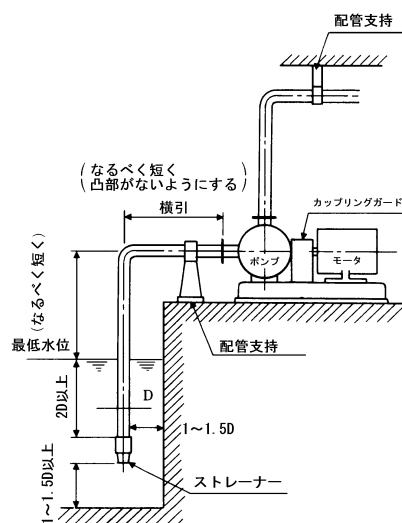

図 3
- 1) 吸込配管の末端は図 3 のように管径(D)の2倍以上深く、底より1~1.5D以上離してください。